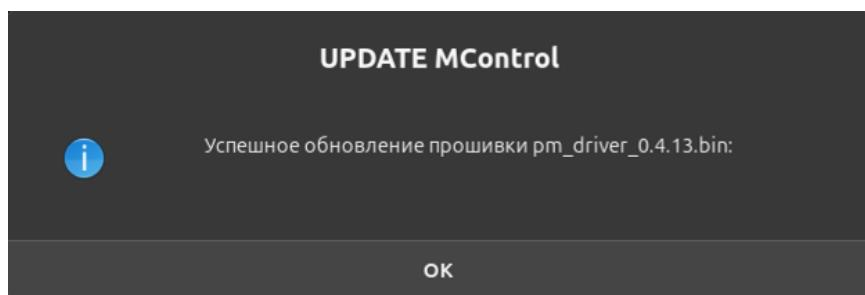

Рисунок II-29 – Уведомление «UPDATE MControl»
7. По окончанию обновления отобразится уведомление «UPDATE MControl» (см. Рисунок II-29). Нажмите кнопку «OK».